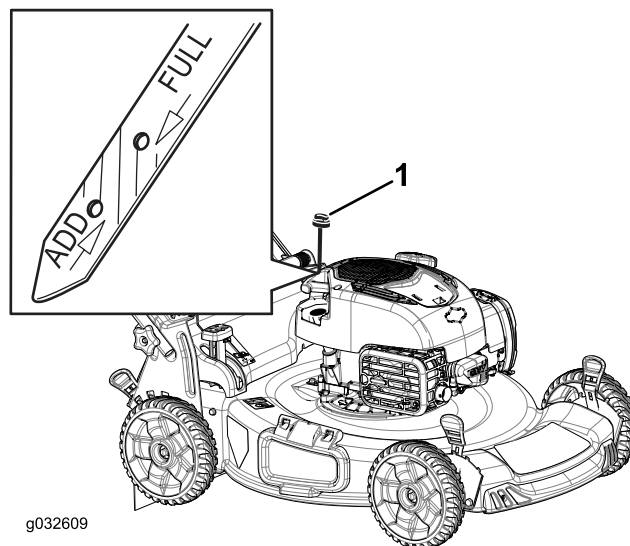

Рисунок 9
1. Извлеките масломерный щуп (Рисунок 9).
2. Медленно заливайте масло в маслозаливной патрубок до соответствующей отметки Full (Полный) на масломерном щупе (Рисунок 9). **Не допускайте переполнения.**